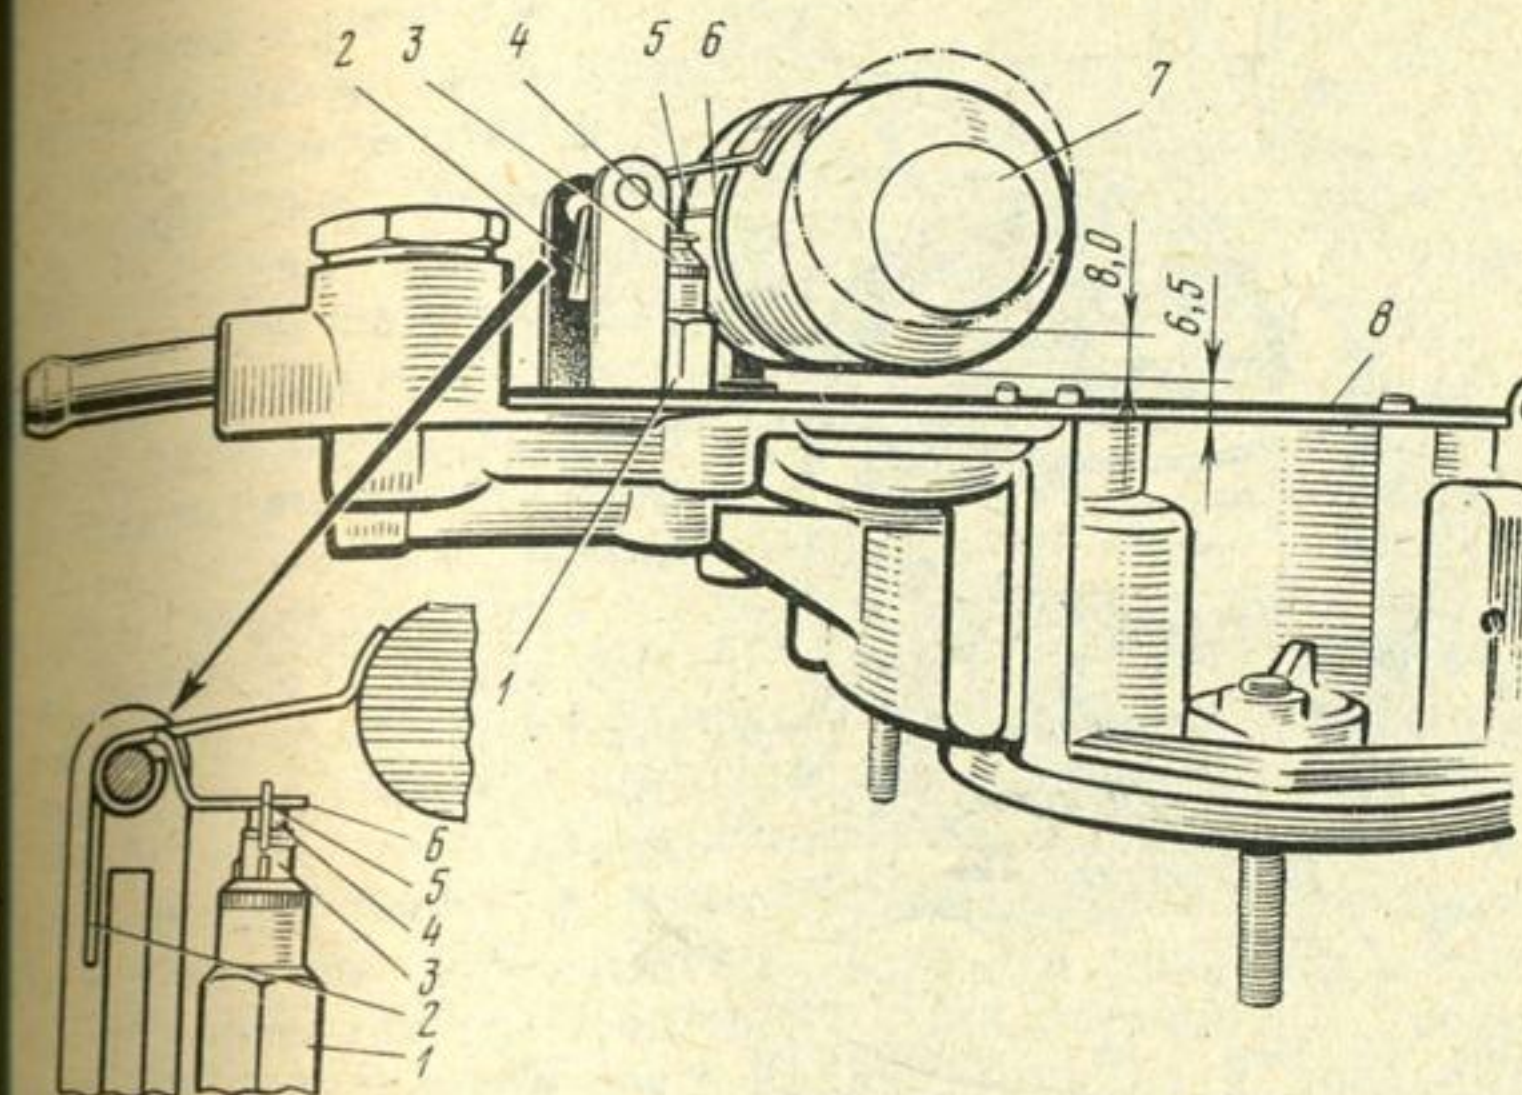

Рис. 14. Регулирование положения поплавка на крышке поплавковой камеры карбюратора 2101-1107010-11:
6. Перед началом регулировки положения поплавка убедитесь, что поплавок 7 (рис. 14) не имеет вмятин и пробоин и свободно вращается на оси. Седло 1 клапана подачи топлива должно быть плотно ввернуто в крышку поплавковой камеры, а шарик 4, встроенный в клапан 3, не должен зависать.
упор 6 до получения требуемого размера. Следите за тем, чтобы упор был перпендикулярен оси клапана, чтобы на его контактной поверхности не было зазубрин, которые могут быть причиной заедания клапана (рис. 14).